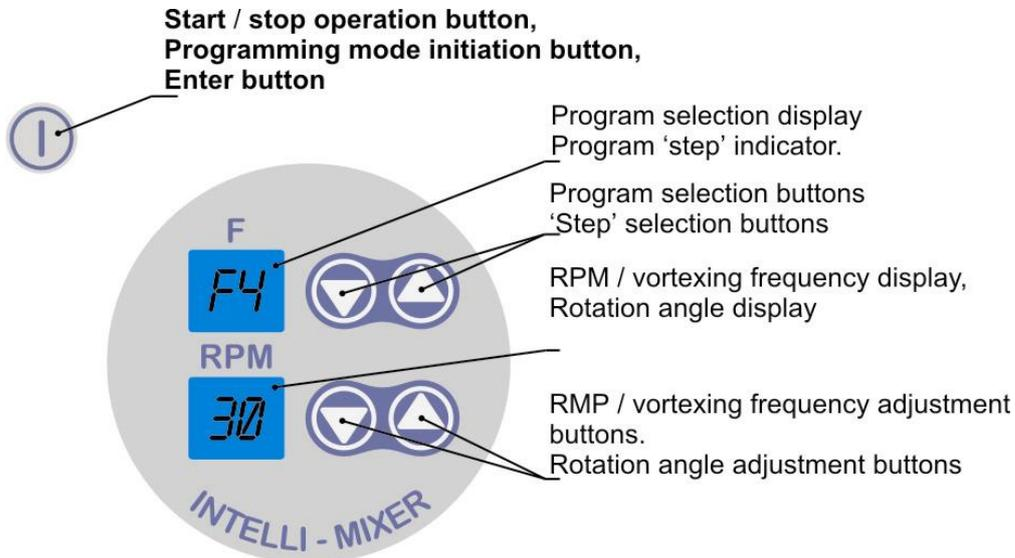

Fig. 3
1.3 Pulsando el botón  de rotación en el sentido de las agujas del reloj, poner un valor de 50 en el indicador RPM, éste corresponde a 180 grados (ver fig. 3)
1.5 Pulsando el botón  de rotación sentido opuesto de las agujas del reloj, girar la gradilla hasta el valor 75 en el indicador **RPM**, lo que corresponde a 270 grados (ver fig. 3)
- 2.3 Pulsando el botón de rotación en sentido de las agujas del reloj  , poner un valor de 50 en el indicador **RPM**, esto corresponde a 180 grados (ver fig. 3)
- 2.8 Pulsando el botón de rotación sentido opuesto a las agujas del reloj  , girar la gradilla hasta el valor 75 en el indicador RPM, lo que corresponde a 270 grados (ver fig. 3)
- 3.6 Pulsando el botón de rotación en sentido contrario a las agujas del reloj  , girar la gradilla hasta el valor 75 en el indicador **RPM**, lo que corresponde a 90 grados (ver fig. 3)
- 3.13 Pulsando el botón de rotación en sentido de las agujas del reloj  , girar la gradilla hasta el valor 25 del indicador **RPM**, lo que corresponde a 180 grados (ver fig. 3)